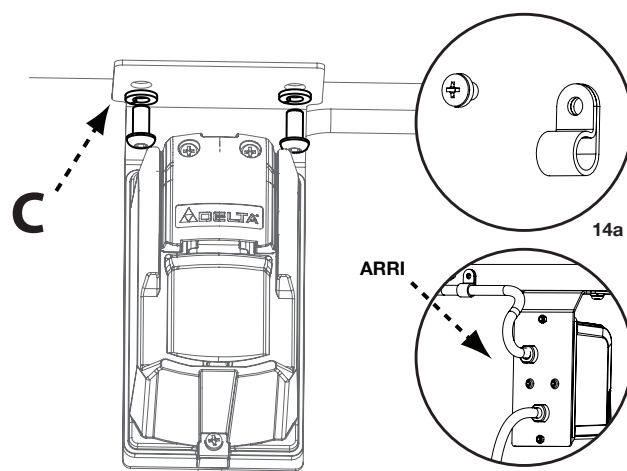

FIGURE 14
1. Attachez le rail de guidage du guide au rail avant en utilisant quatre (pour les versions 30") six (pour les versions 52") vis à tête bombée hex. 1/4-20 x 1/2 pouce et des rondelles à ressort 1/4 pouce (B) sur le côté inférieur du rail avant.
2. Alignez les deux trous du support du boîtier de commande d'alimentation avec les trous situés sous le rail avant, comme sur figure 14 (C), sur le côté gauche de la scie. Fixez le boîtier de commande d'alimentation au rail avant à l'aide de deux vis à tête bombée de 1/4-20 x 1/2 pouce.